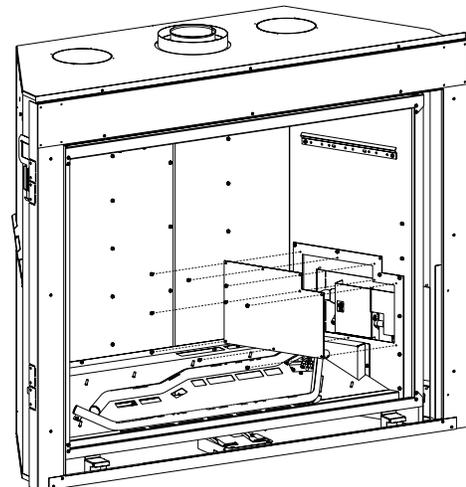

Figure 73
5. Enlever le panneau d'accès. **Voir Figure 73.**